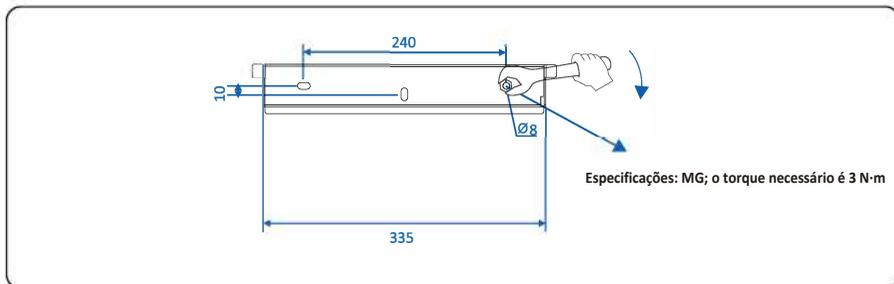

Figura 4.13: Instalando o painel traseiro
Passo 5: Alinhe o painel traseiro com os furos, insira os parafusos de expansão nos furos através do painel traseiro e aperte os parafusos de expansão com um torque de 2-2,5 N·m usando uma chave de torque, conforme mostrado na Figura 4.13.